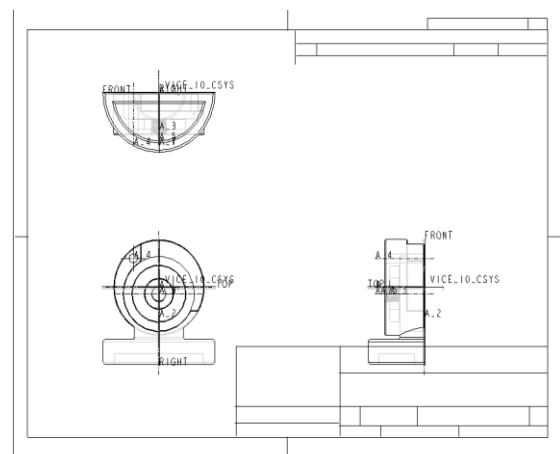

図 10-8 フォーマット シート
4) シート設定ボックスに戻り、「OK」をクリックして新しいフレーム付のシートに JIS と ISO の規格による等角正投影法の三角法による三面図を図 10-8 のように表示する。